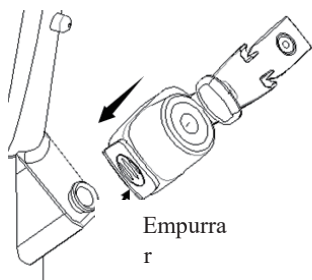

Figura 2
1. Fixe o dispositivo de travamento do fio-guia na entrada do canal do endoscópio. No momento da instalação, pressione o bloco de fixação deslizante do dispositivo de travamento do fio-guia, e de seguida alinhe a entrada do canal do endoscópio, pressione o dispositivo de travamento do fio-guia até ao fundo e solte o bloco de fixação deslizante. Por fim, certifique-se de que o dispositivo de travamento do fio-guia está bem fixado na entrada do canal do endoscópio (consulte a Figura 2).